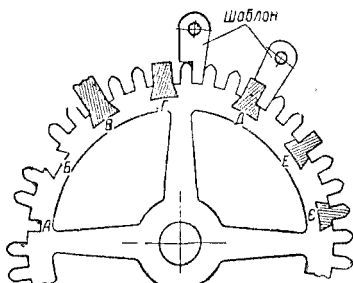
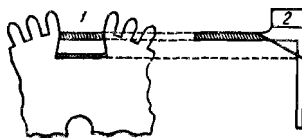

Рис. 46. Виправлення зубців колеса.
Рис. 47. Виправлення зубців У барабані,
Виправлення і вставляння зубців. Дуже погнутий зубець рідко вдається виправити, як правило, він відломлюється. Якщо колесо з зламаними зубцями не вдається замінити новим або така заміна зв'язана із значними побічними роботами, колесо виправляється одним із способів, указаних на рис. 46.
1. В ободі колеса випилюється плоскою ножівкою (рис. 46) заглибина *А,в* яку щільно вставляється кусок латуні, після чого відповідними напилками йому надається однаковий з іншими зубцями профіль.
3. Іншого вигляду замок вставляється в барабан, якому потрібні особливо стійкі зубці. В барабані вирізують вказаний на рис. 47 замок *1*, що захватує обід і частину дна барабана, потім з латуні виготовляють точно припасований клин *2*. Його міцно вставляють в замок і акуратно запаюють легкоплавким припоєм, лишки клина відрізують і відпилюють. Остаточне обпилювання зубців провадиться за допомогою шаблону (рис. 46). Випуклість всередині барабана обпилюють заздалегідь або обточують на верстаті.
Який же з описаних способів можна рекомендувати? В тих колесах, де навантаження на зубець зовсім незначне (годинне, вексельне та ін.), перший спосіб (рис. 46, А) цілком достатній; в барабані і колесах, де зубець зазнає великого навантаження, слід застосовувати спосіб, указаний на рис. 46, 5.